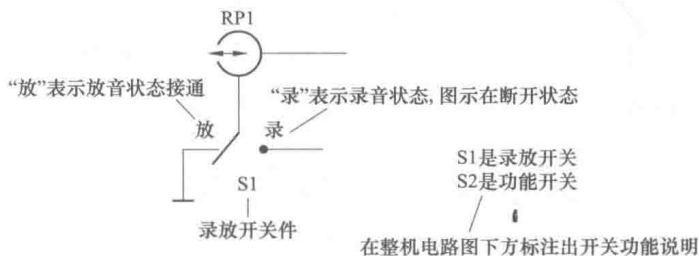

图 1-10 整机电路图中开关件标注示意图
4) 它给出了与识图相关的有用信息。例如,通过各开关件的名称和图中开关所在位置的标注,可以知道该开关的作用和当前开关状态,如图 1-10 所示。当整机电路图分为多张图纸时,引线接插件的标注能够方便地将各张图纸之间的电路连接起来。在一些整机电路图中,将各开关件的标注集中在一起,标注在图纸的某处,并且标有开关的功能说明,识图过程中对某个开关不了解时可以去查阅这部分说明。